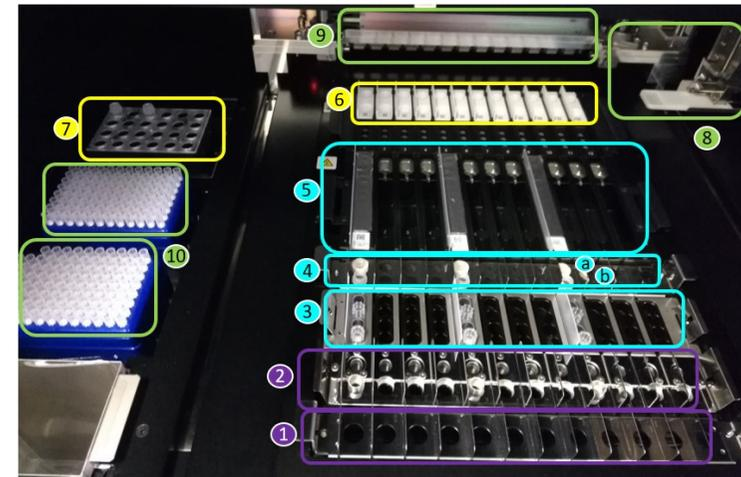

Abbildung 1: Der «ELiTe InGenius»Ladebereich
Eine Übersicht über das «**ELiTe InGenius**»Gerät ist in Abbildung 1 dargestellt.
Abbildung 1 zeigt: Position des Primärrohreinständers (1), Position des Ständers für Extraktions- und Deckel (2), Position des Ständers für Spitzenset (3), Position des Elutionsröhrchenständers (DNase I-Röhrchen + Röhrchenadapter (a) und Elutionsröhrchen (b)) (4), Position des Extraktionskartuschenständers (5) und Position des PCR-Kartuschenständers (6), Position des Blocks für PCR- und interne Kontrollreagenzien (Bestandsmanager) (7), Proben- und Reagenzdispensierung (8, 9), Positionen des Abfallbehälters (links unten) und der Spitzen (10).
- Die Schaltfläche „Next“ (Weiter) drücken, um zu bestätigen, dass für die Anzahl der ausgewählten Tests je nach Anzeige auf dem Bildschirm ausreichend Reagenzien in Position 7 des Bestandsmanagers geladen wurden (siehe Seite 10, Abbildung 1).
- Ausreichend Spitzenständers in Position 10 stellen (siehe Seite 10, Abbildung 1).
- Die angegebenen PCR-Kassetten in Position 6 stellen (siehe Seite 10, Abbildung 1).
- Die angegebenen Kassette(n) mit den Extraktionskartuschen in Position 5 stellen (siehe Seite 10, Abbildung 1).
- Setzen Sie die DNase I, in den DNase I-Röhrchenadapter in Position 4stellen (siehe Seite 10, Abbildung 1).
- Die angegebenen Anzahl von Elutionsröhrchen in Position 4 stellen (siehe Seite 10, Abbildung 1).
- Die angegebene Anzahl von Pipettenspitzen-Kassetten in Position 3 stellen (siehe Seite 10, Abbildung 1).
19. Die angegebene Anzahl von Extraktionsröhrchen in Position 2 stellen (siehe Seite 10, Abbildung 1).